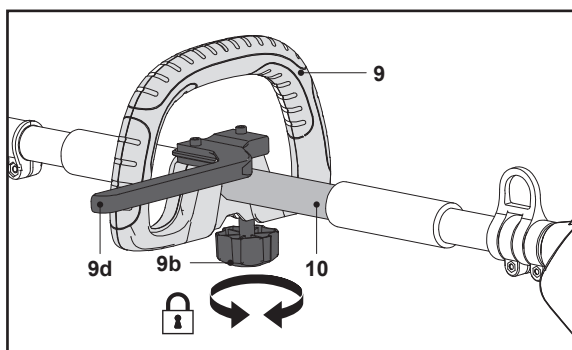

Fig. 7
5. Déplacer la poignée secondaire (9) librement sur la perche supérieure (10) jusqu'à la position appropriée (Fig. 7, étape 1).
6. Fixer la poignée secondaire (9) en serrant à la main la molette de serrage (9b) dans le sens des aiguilles d'une montre (Fig. 7, étape 2).